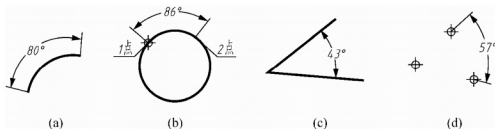

图 6-39 角度标注
(1) 选择圆弧时，可以标注圆弧的中心角。所选圆弧的圆心是角度的顶点，圆弧端点为尺寸界线的原点，如图 6-39(a)所示。
(2) 选择圆时，可以标注圆上某段圆弧的中心角。所选圆的圆心是角度的顶点，选择点(如图 6-39(b)中的点 1)作为第一条尺寸界线的原点，第二个点(该点无需位于圆上)是第二条尺寸界线的原点，如图 6-39(b)所示。
(3) 选择直线时，可以标注两直线的夹角，两直线的交点为角度顶点，如图 6-39(c)所示。
(4) 指定顶点时，即指定三点标注角度，如图 6-39(d)所示。